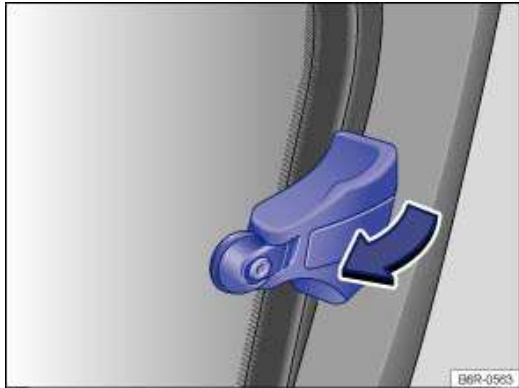

Abb. 35 In den hinteren Türen: Ausstellfenster öffnen.
- Verriegelungshebel in Pfeilrichtung ziehen → Abb. 35.